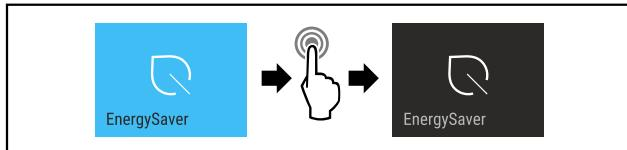

Fig. 15
- Изпълнете стъпките (вж Fig. 15).